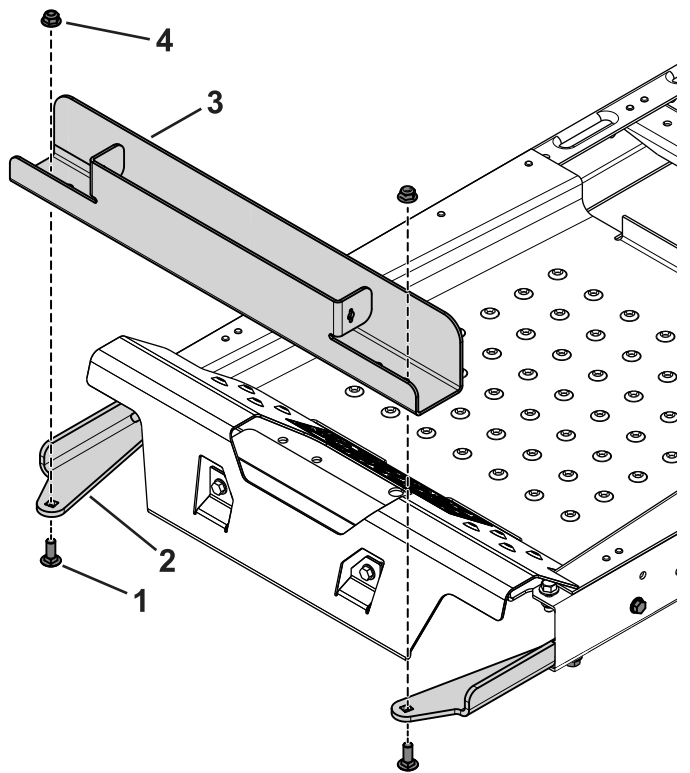

Bild 4
3. Befestigen Sie das Ballastfach mit den zwei Schlossschrauben ($\frac{3}{8}$ " x 1") und Bundmuttern an den Befestigungen (Bild 4).